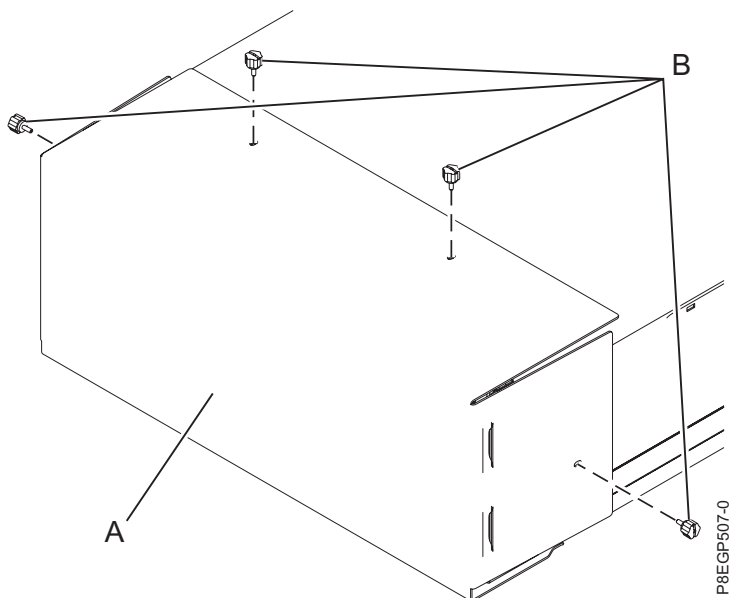

Figura 7. Extracción de la cubierta de transporte
2. Extraiga los cuatro tornillos de mano (**B**) que se utilizan para fijar la cubierta de transporte (**A**) a la parte posterior del cajón, tal como se muestra en la Figura 7. Extraiga la cubierta de transporte.